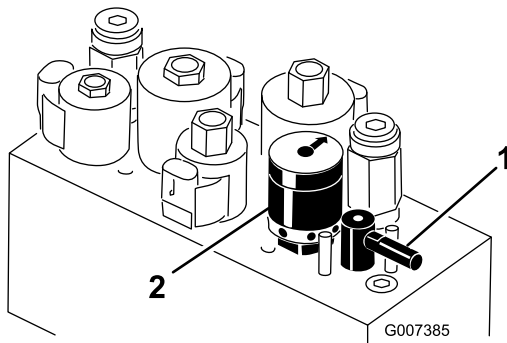

Figure 55
- Pour régler la vitesse des cylindres, tournez le bouton (Figure 55) jusqu'à ce que la flèche soit en face du numéro correspondant au réglage voulu.